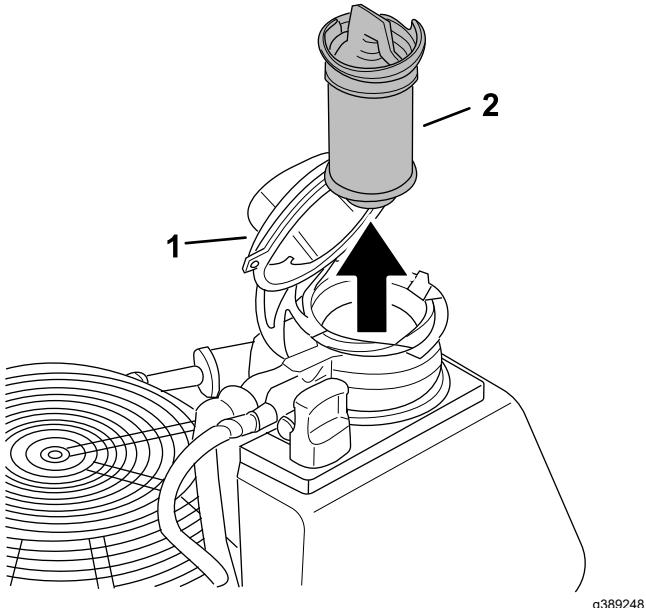

Figure 48
9. Déposez le filtre à huile moteur (Figure 48)